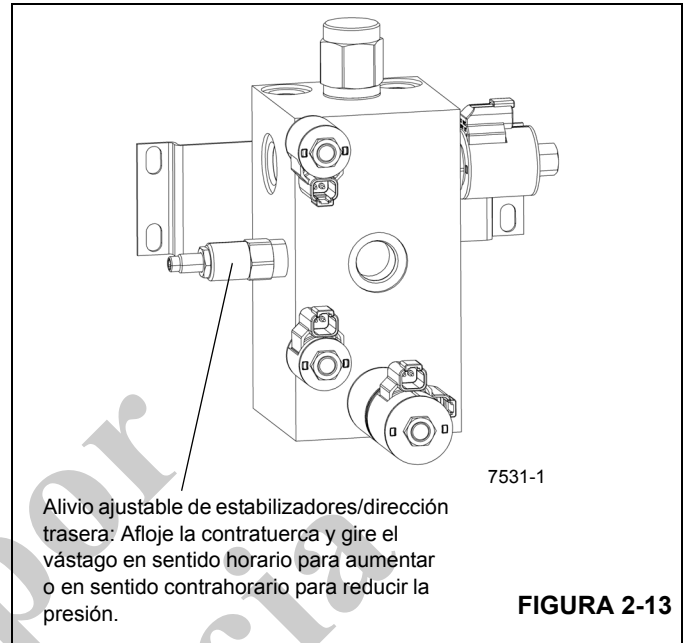

**FIGURA 2-12**
2. Haga funcionar el motor a aceleración máxima y gire el volante de la dirección hacia la izquierda o la derecha hasta que tope y sosténgalo en esa posición. Revise la presión y ajuste la válvula de alivio (Figura 2-12) a 2500 psi  $\pm$ 50 (17.2 MPa  $\pm$ 0.4).